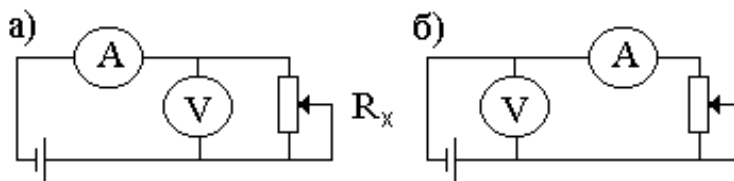

Рис. 2.
8. Соберите электрическую цепь по схеме рис. 2.
10. Измерьте эти же сопротивления прибором ТЛ-4М и сравните полученные результаты. Сделайте вывод о целесообразности применения схем рис. 2 для измерения больших и малых сопротивлений.